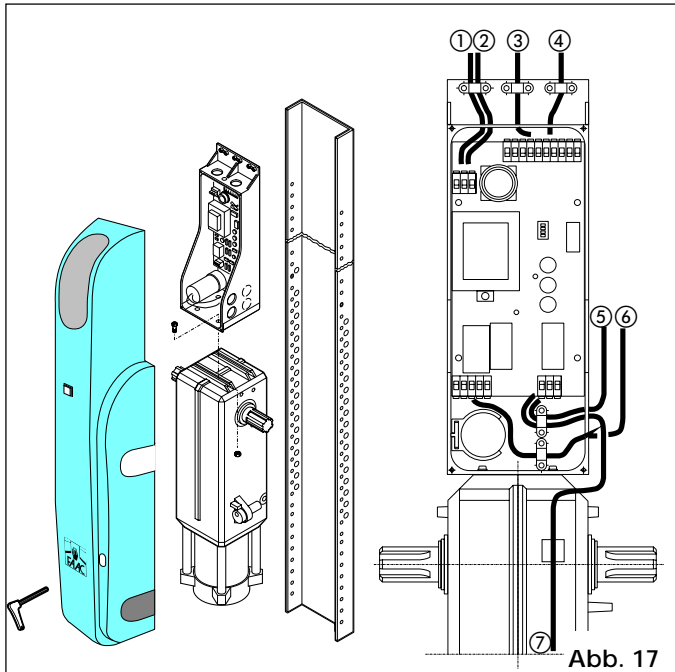

Abb. 17
- mit Drehwelle oben (Abb. 17)